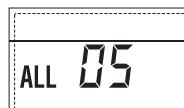

Fig. 23/4
- BLOQUEIO CHAMA "ALL 06" [fig. 23/5]